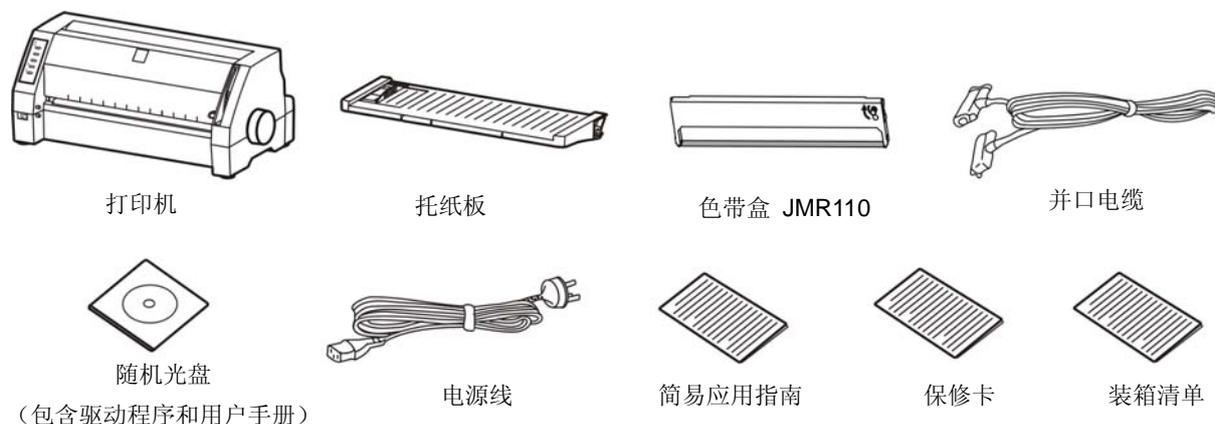

图 2-1 包装箱内包装清单
在打印机包装箱内，应具有以下各项：(1) 打印机；(2) 托纸板；(3) 色带盒 JMR110；(4) 并口电缆；(5) 随机光盘；(6) 电源线；(7) 简易应用指南；(8) 保修卡；(9) 装箱清单。请核对图 2-1 示包装清单。如有任何东西遗失，请联络经销商。